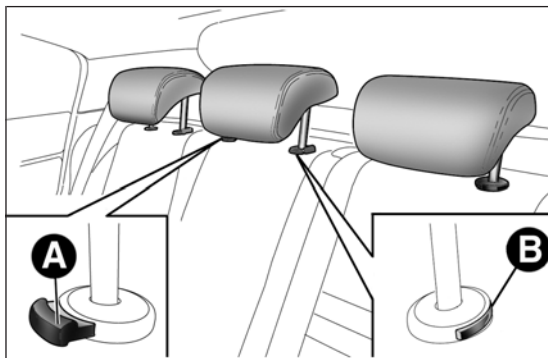

fig. 25
- ☐ premi i tasti A e B fig. 25 quindi rimuovi gli appoggiatesta sfilandoli verso l'alto.